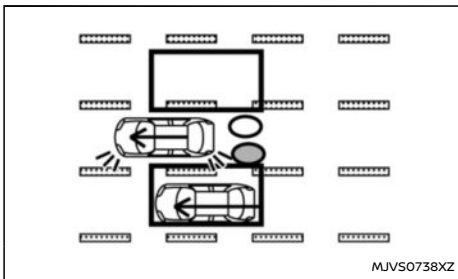

Figura 2 Avvicinamento da dietro
**Figura 2:** Se il conducente attiva l'indicatore di direzione, il sistema emette un segnale acustico (due volte) mentre la spia BSW a LED e l'indicatore BSW lampeggiano.